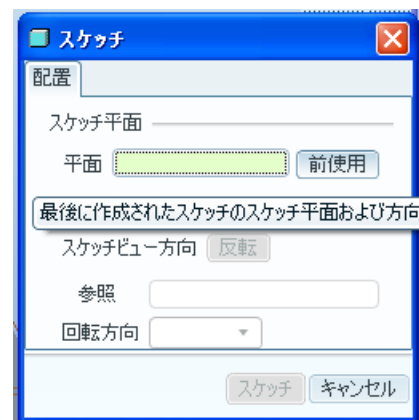
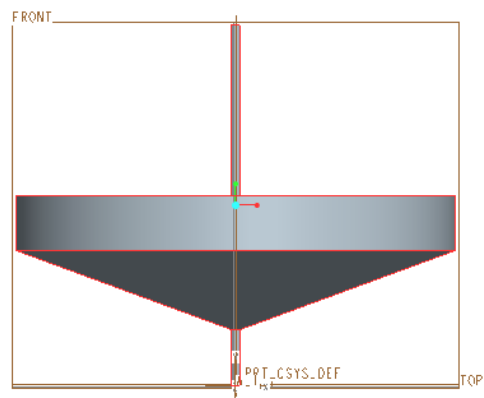

図 3-84 データム平面の作成
図 3-85 FRONT データム平面
- 同様にダッシュボードの「定義」を選択すると図 3-84 のポップアップが出るので「前使用」をクリックして「FRONT」データム平面を定義すると、スケッチ平面は図 3-85 のように表示される。